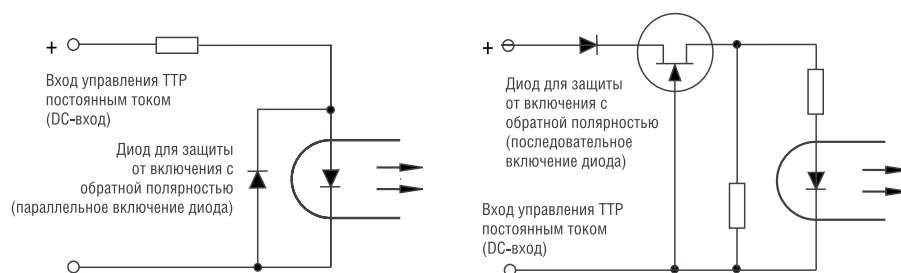

Рис. 1. Типовые схемы DC-входов твердотельных реле
- электромеханические реле допускают лишь небольшое отклонение от номинального значения напряжения на катушке. ТТР имеют широкий диапазон допустимых входных напряжений (обычно от 3 до 32 В при управлении постоянным током). Последнее преимущество иллюстрирует рисунок 1, на котором показаны типовые схемы входов ТТР с управлением постоянным током.